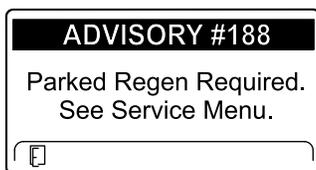

Рисунок 49
- Требуется стационарная регенерация ИНФОРМАЦИОННОЕ СООБЩЕНИЕ № 188 (Рисунок 49)